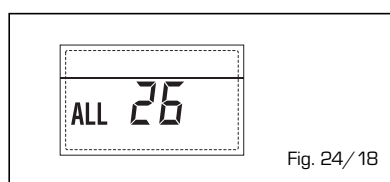

Fig. 24/18
- ANOMALÍA COHERENCIA APLICACIÓN SOLAR "ALL 27" (fig. 24/19)